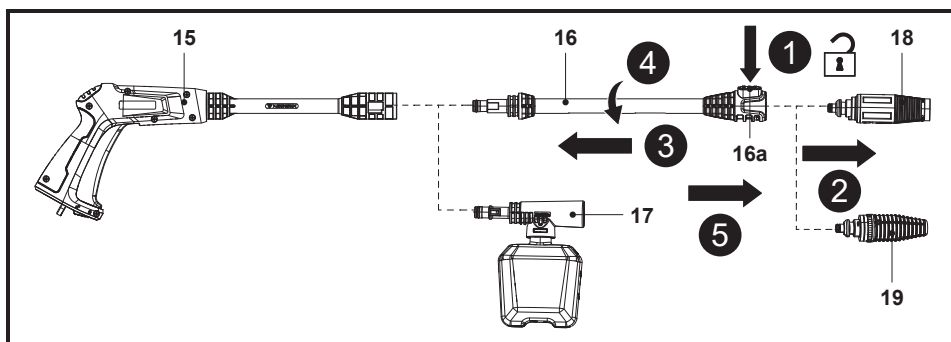

Rys. 2
1. Wyrównać i włożyć lancę przedłużającą (16) lub dyszę z butelką na detergent (17) do gniazda pistoletu natryskowego (15) (rys. 2, krok 1).
2. Pchnąć i obrócić lancę przedłużającą (16) lub dyszę z butelką na detergent (17) w prawo na pistolecie natryskowym (15), a następnie dokręcać ręcznie do momentu zablokowania (rys. 2, krok 2).
3. Wyrównać dwa wypusty dyszy z otworami lancy przedłużającej (16), a następnie włożyć dyszę turbo (18) lub dyszę wielofunkcyjną (19) do samego końca (rys. 2, krok 3).